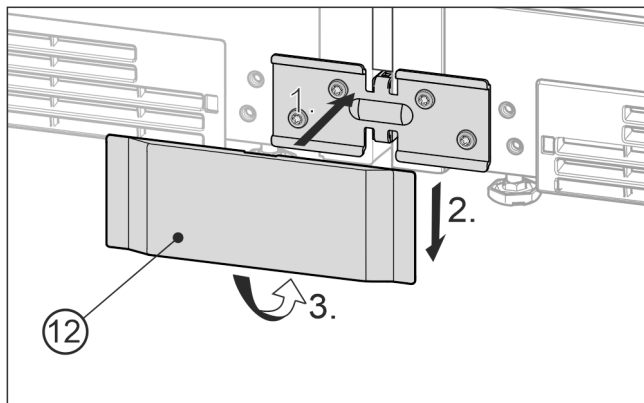

Fig. 24 Zobrazení příkladu
- ▶ Dolní kryt Fig. 24 (12) nasadte zpředu na úhelník Fig. 24 (1), zasuňte dolů Fig. 24 (2) a dole zatlačte do západek Fig. 24 (3).